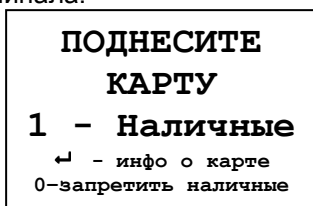

Рисунок 6
8.2 Когда терминал готов к работе на дисплее отображается основной экран с приглашением выбора режима (рисунок 6) – это свободное состояние терминала.